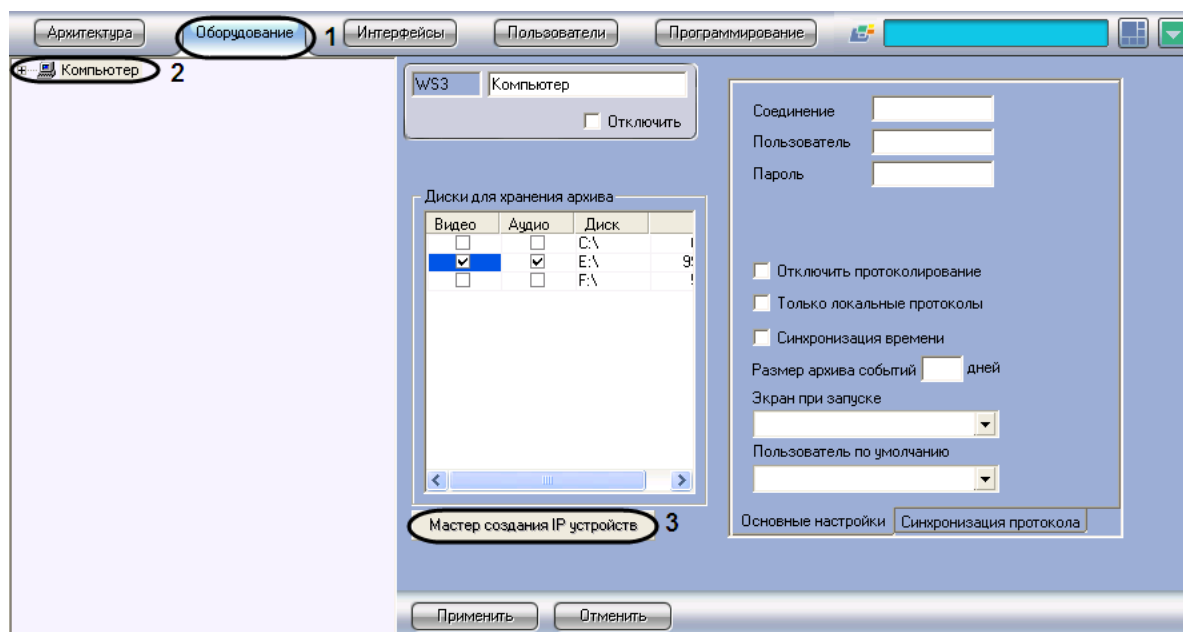

Рис. 3.2—3 Открытие окна «Мастер создания IP устройств»
3. Нажать кнопку «Мастер создания IP устройств» на панели настройки выбранного объекта (см. Рис. 3.2—3, 3).
В результате выполнения операции откроется окно «IP Wizard», в верхней части которого будут отображены найденные IP-устройства (Рис. 3.2—5).